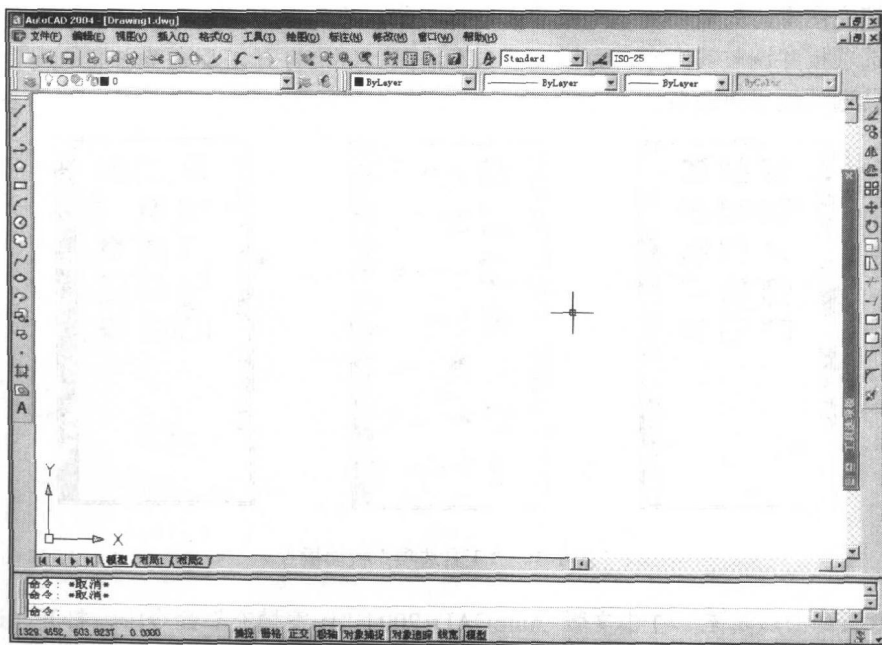

图 1-1 中文版 AutoCAD 2004 的用户界面
(1) 支持 Windows XP 的用户界面 中文版 AutoCAD 2004 采用了 XP 风格的用户界面，如图 1-1 所示。所有工具栏都是真彩色的蓝色基调，看起来很柔和。在中文版 AutoCAD 2004